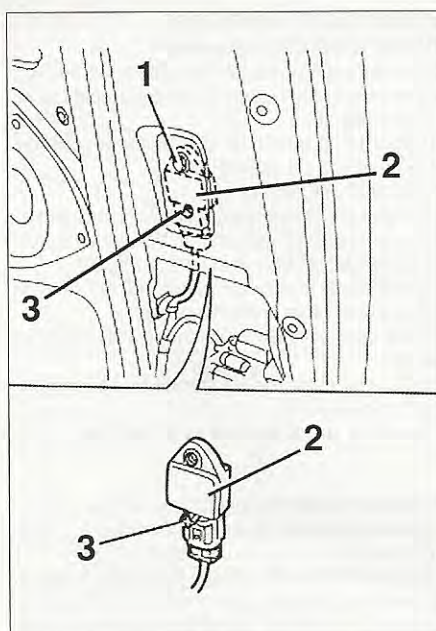

FIG. 26
- el tornillo de fijación (1) del captador (2) (fig. 26).
- Liberar el captador de su pestaña de centrado (3)
- Desconectar el captador (2)
- el tornillo de fijación (1) captador (2) (fig. 26).
- Liberar el captador de su pestaña de centrado (3).
- Desconectar el captador (2).